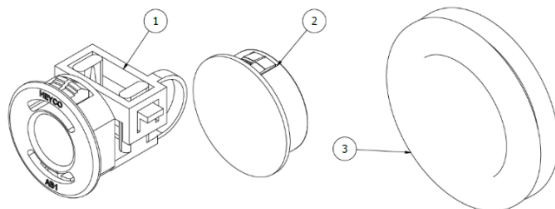

Abbildung 9 – Thermino Wärmebatterie Dichtungen und Zugentlastungen
- Entfernen Sie die entsprechenden Gummitüllen (Punkt 3 – Abbildung 9) im Außengehäuse und schneiden Sie sie mit einem Messer jeweils in der Mitte kreuzweise ein. Setzen Sie die eingeschnittenen Tüllen wieder ein. Schneiden Sie die Tüllen nicht im Gerät, da dies das VIP beschädigen kann.
- (Siehe Abbildung 9) Schieben Sie die Kabelzugentlastungsschellen (1) an die Seite, an der Sie die Ein- und Ausgänge anbringen möchten. Alle anderen Löcher im Gehäuse mit den mitgelieferten Blindtüllen (2) abdecken.